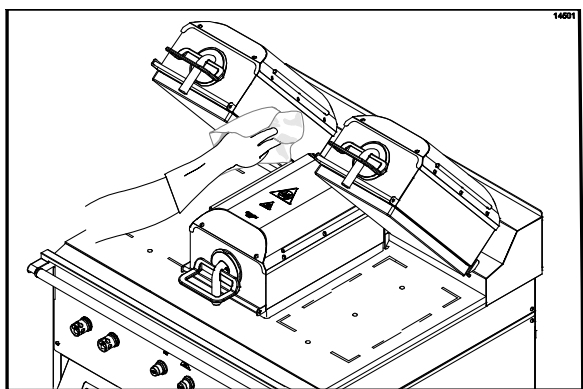

图 104
34. 用干净、浸湿消毒液的煎炉抹布擦拭左煎板和右煎板的内边缘。（请见图 104）